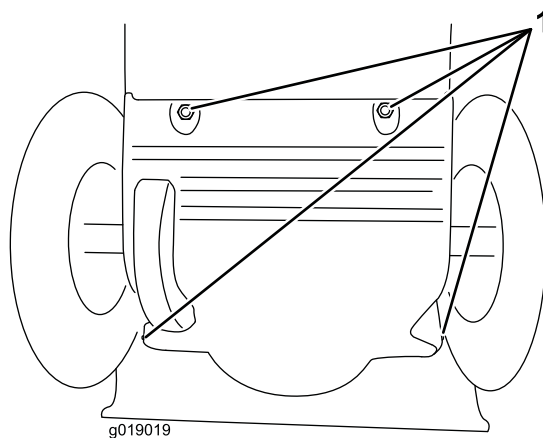

Figure 43
3. Retirez le couvercle arrière (Figure 43).